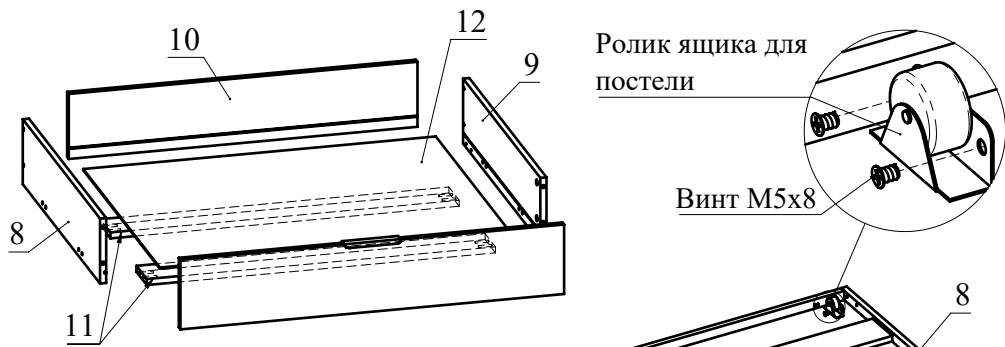

Рис.7
8. Соберите ящики. Соедините детали 8, 9, 10,11 с помощью конфирматов. Затем вставьте деталь 12 в пазы деталей 8, 9, 10. Соедините фасад ящика с деталями 8 и 9 и затяните головки минификсов (Рис. 7).